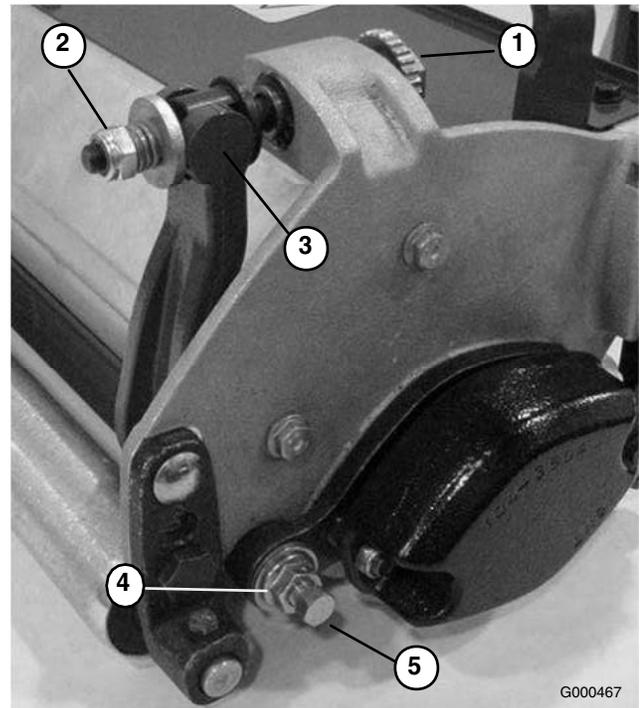

Figura 55
1. Gire el tornillo de ajuste de la barra de asiento, en el sentido contrario a las agujas del reloj, para alejar la contracuchilla del molinete (Figura 55).
2. Afloje la tuerca de tensado del muelle hasta que el muelle deje de presionar la arandela contra la barra de asiento (Figura 55).
3. En cada lado de la máquina, afloje la contratuerca que fija el perno de la barra de asiento (Figura 55).
4. Retire cada perno, para poder tirar de la barra hacia abajo y retirarla de la máquina. Guarde las 2 arandelas de nylon y las 2 arandelas de acero troquelado de cada extremo de la barra de asiento (Figura 55).